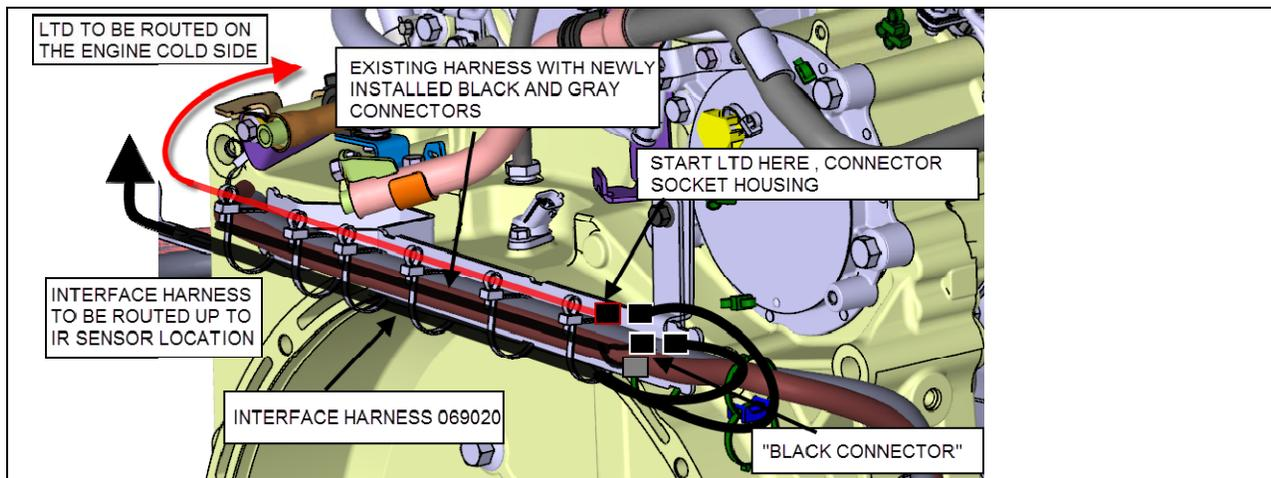

Figure 26
- 1) Fixer le LTD aux câblages existants (voir Figure 26 pour l'installation adéquate) en utilisant 6 attaches de nylon à double boucle 507664. Utiliser la seconde boucle pour maintenir le LTD (Figure 26 et FIGURE 27). Serrer la boucle qui maintient le LTD à la main seulement. Suivre les recommandations générales.